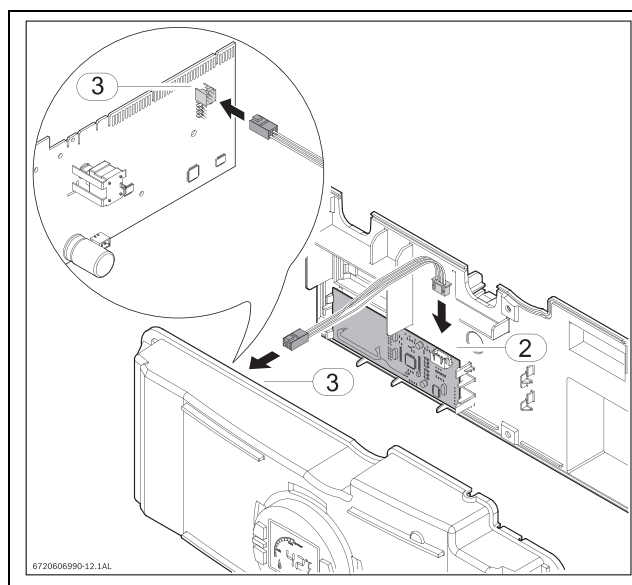

Рис. 5
- Подсоедините кабель из комплекта поставки между главной платой и платой ПДУ, как показано на рис. 5.